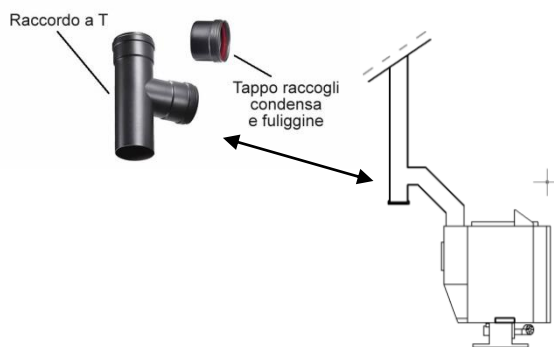

Fig. 2
- f) La **parte B** può essere montata alla **parte C** su uno dei due lati dello stesso a seconda le esigenze del locale di installazione caldaia. Deciso il lato, quindi Innestare **B** a **C** come in *fig 2* , ponendo molta attenzione alla posa della guarnizione dotata da apporre tra i bulloni della flangiatura in esame.